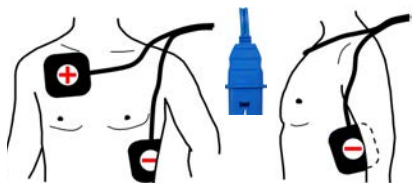
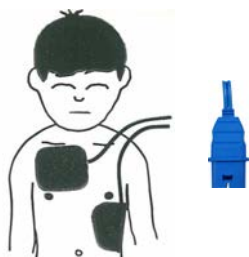

Fig. 5.2 Sites d'application des électrodes adultes
Fig. 5.3 Sites d'application des électrodes pour enfants de plus de 25 kg
Le placement des électrodes est effectué de la même façon chez les adultes et les enfants dont le poids est supérieur à 25 kg (voir Fig. 5.2 Sites d'application des électrodes adultes et Fig. 5.3 Sites d'application des électrodes pour enfants de plus de 25 kg).
1. Nettoyer et sécher les sites d'application des électrodes (voir Fig. 5.2 Sites d'application des électrodes adultes page 104/Fig. 5.3 Sites d'application des électrodes pour enfants de plus de 25 kg page 104). Nettoyer la peau uniquement en la frottant vigoureusement avec un tissu sec.
3. Coller la seconde électrode de biais sous le sein gauche, tel qu'illustré à la Fig. 5.2 Sites d'application des électrodes adultes page 104/Fig. 5.3 Sites d'application des électrodes pour enfants de plus de 25 kg page 104.